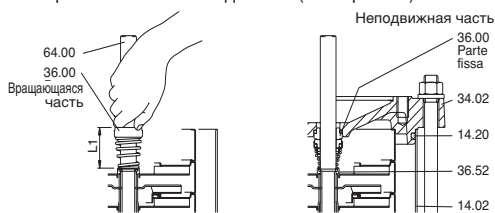

Рис. 5 Установка механического уплотнения
7. снять верхнюю крышку (34.02) с вала (64.00) и наружного кожуха (14.02) – или вместе с наружным кожухом извлечь из корпуса насоса (14.00) – используя молоток или рычаг и выполняя извлекающие движения поочередно в диаметрально противоположных точках (рис. 5с).
Насадите вращающуюся часть на вал (64.00) до упорного кольца (36.52), оставив пружину в разжатом состоянии. Проверьте длину до и после насадки и поднимите вращающееся кольцо до начальной длины (L1 на рис. 5). Таким образом обеспечивается правильное сжатие пружины при установке неподвижной части и после закрепления вала в соединении (L2 на рис. 6б).